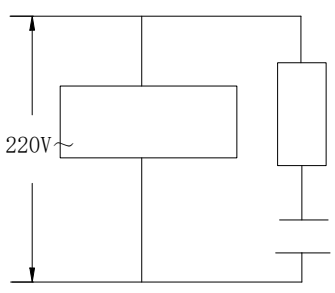

图 1-3
- 3、抑制干扰：在交流线圈两端并联RC 回路（如图1-3），RC 回路安装时要尽可能靠近感性负载；在直流线圈的两端反向并联续流二极管（如图1-4）；在交流电机的绕组端并接浪涌吸收器（如图 1-5）。